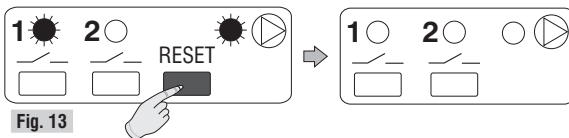

Fig. 13
• Premere brevemente il **tasto "RESET"**; al rilascio la forzatura temporanea verrà annullata (fig.13).